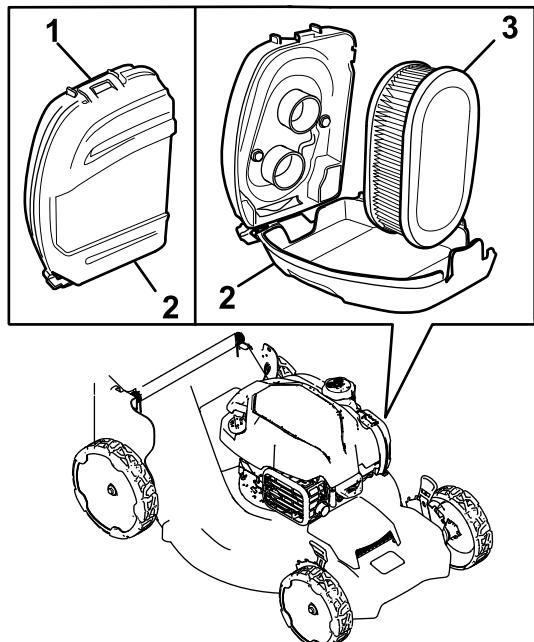

Figure 21
1. Déclipsez le haut du couvercle du filtre à air (Figure 21).
2. Déposez le filtre à air (Figure 21).